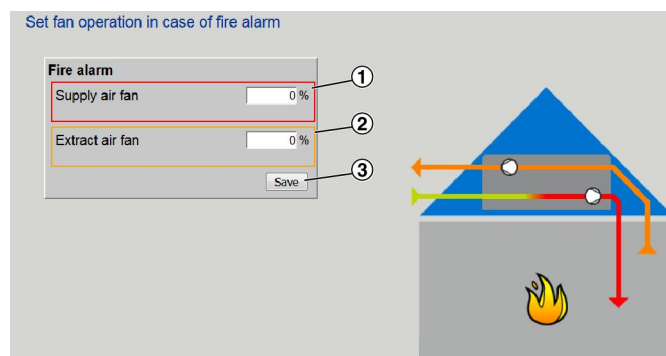

Fig. 46 : Réglage des ventilateurs en cas d'incendie
6. ▶ Saisir une valeur pour le ventilateur de soufflage d'air (Fig. 46 /1).
7. ▶ Saisir une valeur pour le ventilateur de reprise d'air (Fig. 46 /2).
8. ▶ Cliquer sur « *Enregistrer* » (Fig. 46 /3).